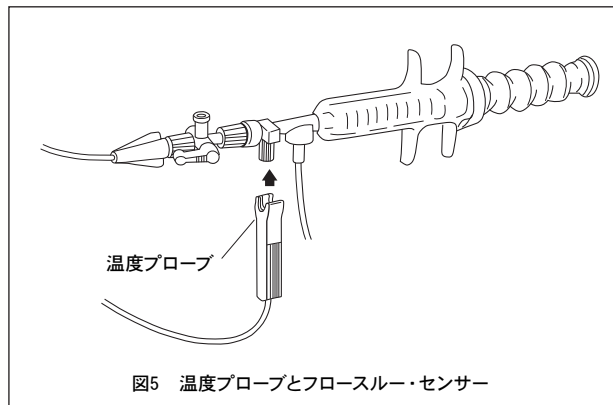

図5 温度プローブとフロースルー・センサー
- ** 2. 温度プローブをフロースルー・センサーにカチッと音がするまで差し込みます（図5）。